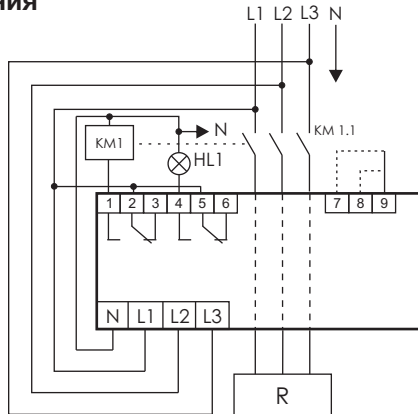

Рис.1 Схема включения с контактором и выходом для сигнализации о перегрузке по мощности.
2. К зажимам 1, 2 подключить контактор для включения нагрузки (см. схему Рис.1). К зажимам 5, 6 при необходимости подключить сигнализацию о перегрузке.